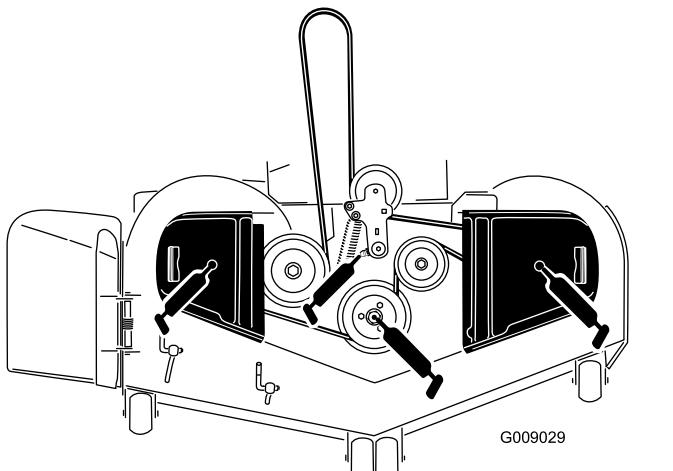

Figura 45
- Engrase el pivote de la polea tensora de la carcasa de corte hasta que salga grasa por el extremo inferior (Figura 45).
- Lubrique los engrasadores situados encima de los cojinetes de los 3 ejes hasta que salga grasa (Figura 45).
- Engrase el brazo tensor de la correa de transmisión (Figura 45).